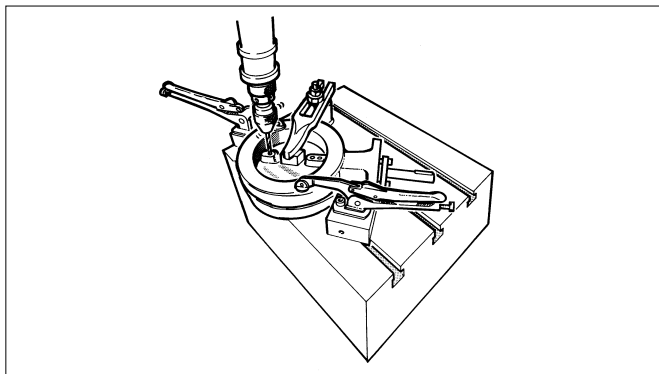
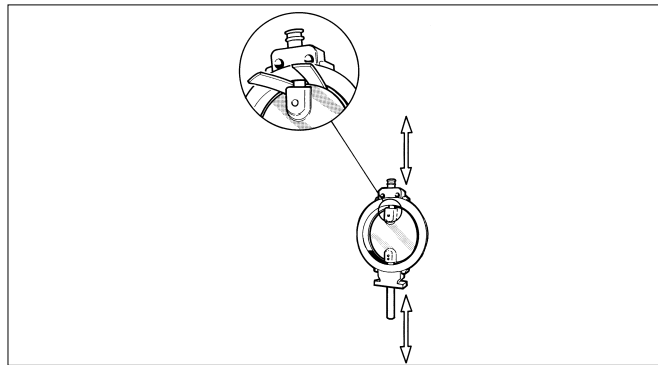

Fig. 12. Perforación de los pasadores
Fig. 13. Protección del disco durante el desmontaje y montaje
- Coloque la válvula horizontalmente sobre una superficie sólida de forma que el lado plano del disco descansa sobre la superficie (ver Fig. 12).
- Con cuidado, perforo los orificios en el centro de los pasadores (14). Escoja una broca 0,2-0,5 mm más pequeña que el diámetro del pasador.
- Desmonte la empaquetadura del prensaestopas incluido el anillo antiextrusión (22) el anillo de la chapa (21) de acuerdo con la Sección 5.2.
- Extraiga los tornillos (26) y la brida ciega (10) y retire la junta (18).
- Instale bandas de goma u otra protección entre el reborde del disco y el cuerpo, y extraiga los ejes (ver Fig. 13).
- Coloque el disco horizontalmente sobre una superficie de forma que el lado plano del disco descansa sobre la superficie. Levante el cuerpo alrededor del disco de modo que los agujeros del eje queden alineados con los agujeros del disco. Proteja el disco (ver Fig. 13).